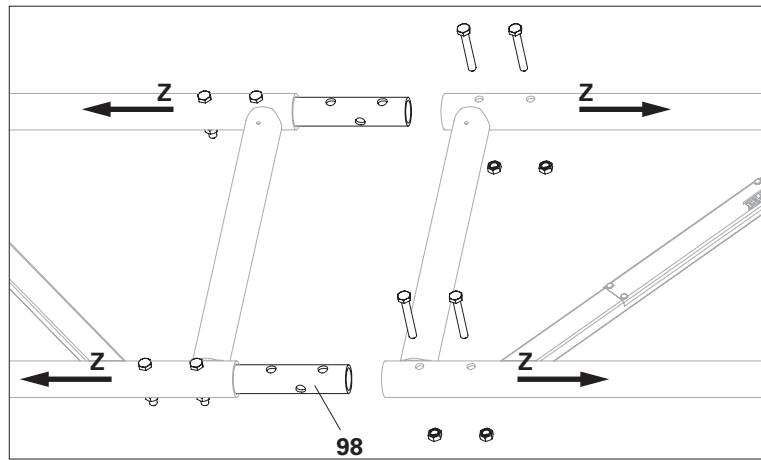

Fig. A11.12a
1. Inserire due connettori ULT (98) nella trave reticolare e fissarli con 2 viti M10 x 70-8,8 con dado.
2. Fissare la seconda trave reticolare ai connettori ULT e montarli con 2 viti M10 x 70-8,8 con dadi. (Fig. A11.12a)